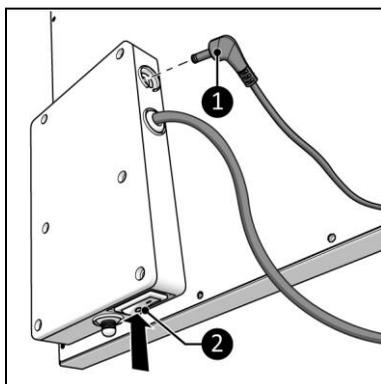

Figura 15
1. Asigurați-vă că întrerupătorul ON/OFF (PORNIT/OPRIT) se află în poziția OFF (OPRIT) (Figura 15, poz. 2).
2. Cuplați conectorul senzorului de temperatură (Figura 15, poz. 1) la mufa senzorului.